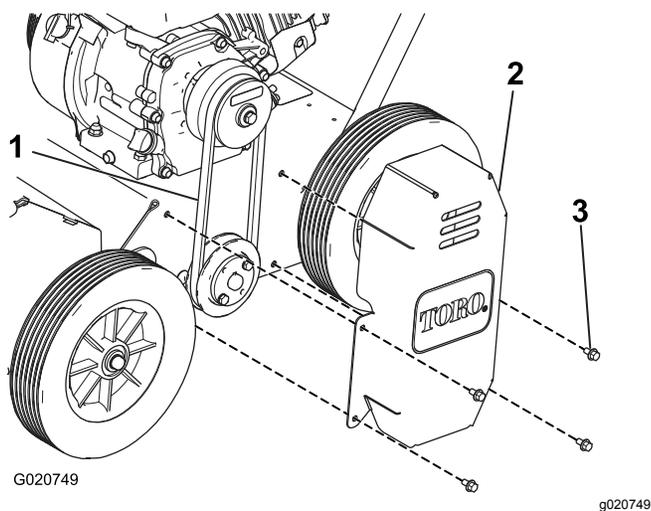

Figura 21
4. Retire las 4 tuercas que sujetan la cubierta de la correa al lado izquierdo de la máquina, y retire la cubierta (Figura 21).
5. Compruebe la tensión de la correa (Figura 21)